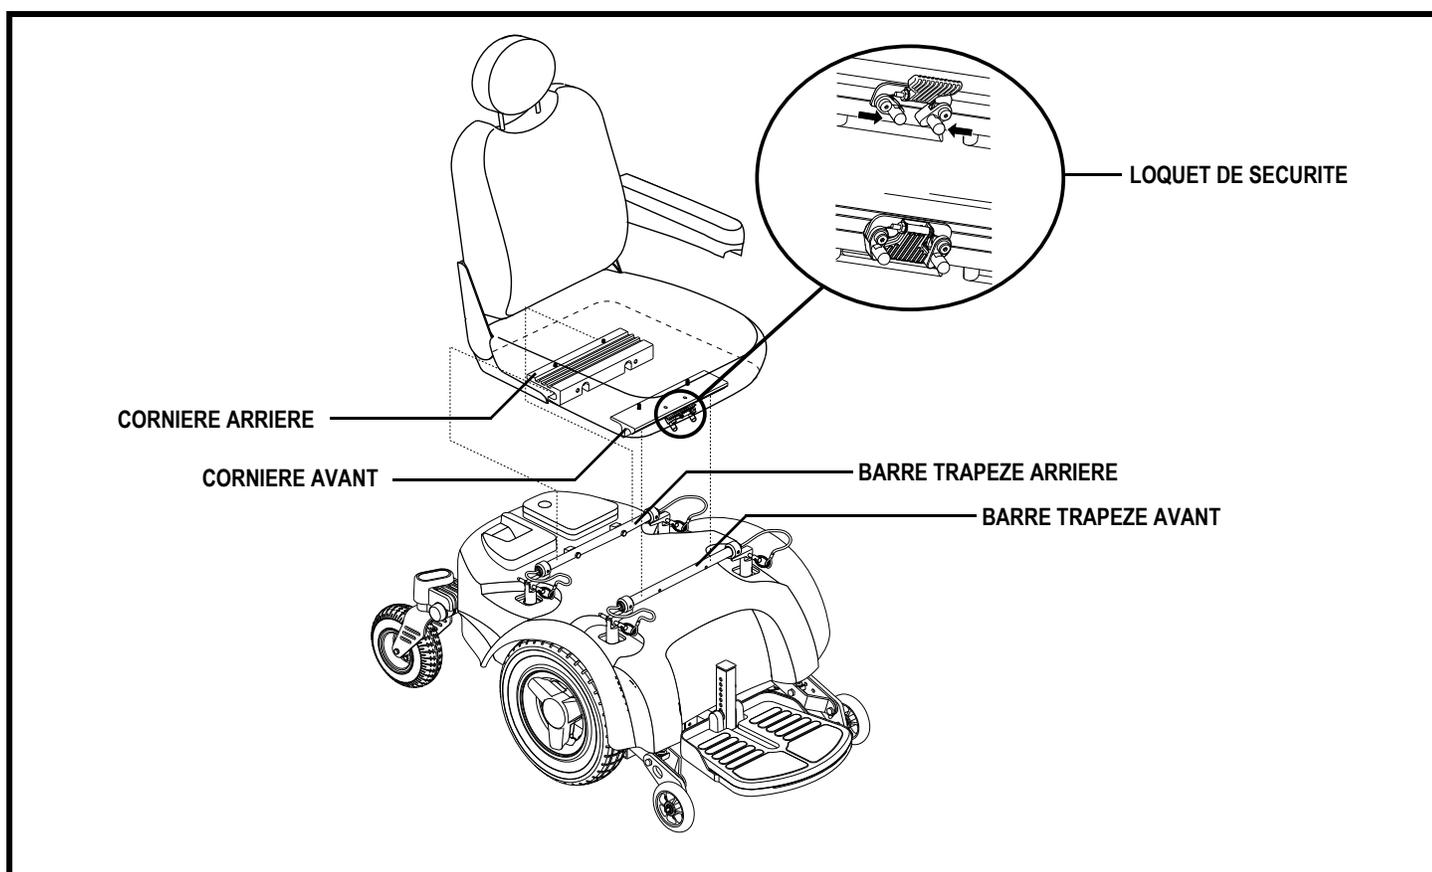

Figure 10. Installation du siège
Il se peut que vous ayez à faire un assemblage partiel de votre fauteuil avant la première utilisation ou après l'avoir transporté. La **figure 10** montre les composantes du fauteuil motorisé qui sont conçues pour être soit assemblées ou démontées par son utilisateur ou une personne qualifiée.
Il se peut que vous ayez à installer le siège avant la première utilisation ou après avoir transporté votre fauteuil motorisé. La plupart des sièges sont fixés à la base à l'aide du «Système de Montage Universel» (SMU). Le système de montage universel (SMU) est composé de pièces compatibles au siège à dossier moyen ou à dossier haut sans égard à la largeur ou à la profondeur du siège. Les composantes principales sont deux cornières en aluminium montées sous le siège. Les deux pièces principales sont des cornières d'aluminium montées sur la base du siège. Celles-ci se fixent sur la paire de barres trapèze fixées sur la base motorisé. **Voir la figure 10.**
2. Inclinez le siège vers l'arrière et glissez la cornière arrière sur la barre trapèze arrière. **Voir la figure 10.**